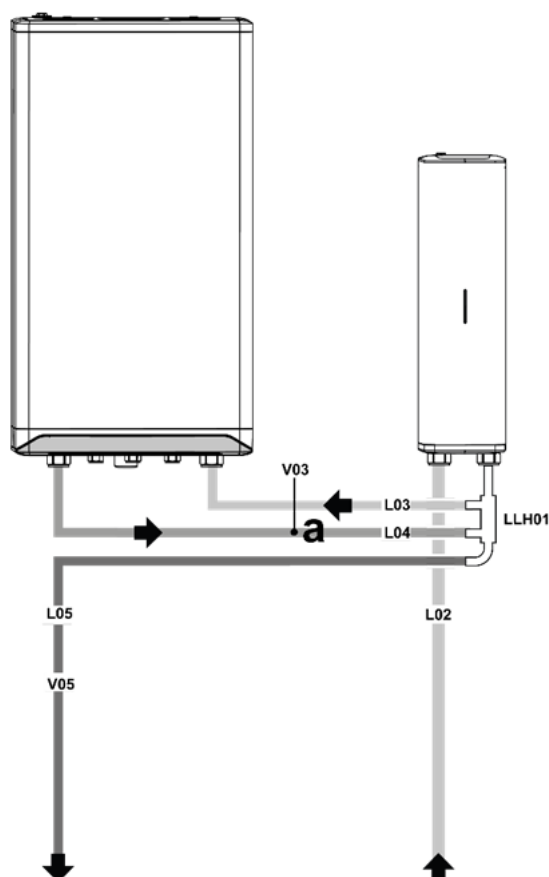
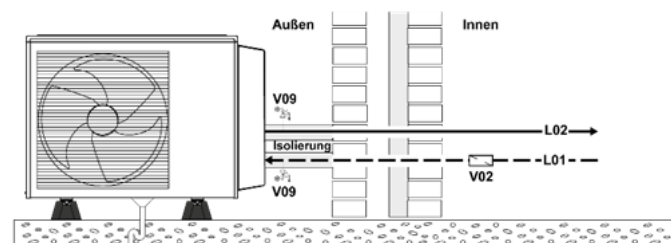

Abb. 13: Hydraulische Anschlüsse der Inneneinheit
Abb. 14: Hydraulische Anschlüsse der Außeneinheit
Legende zu Abb. 13-Abb. 14:
- ➔ Installieren Sie ggf. einen mechanischen Frostschutz (z.B. V09 gem. Abb. 14), s. hierzu auch Kap. 3.12.2.
- ➔ Schließen Sie den Rücklauf Wärmepumpe L01 an den Anschluss Rücklauf Wärmepumpe ② an.
- ➔ Schließen Sie den Vorlauf Wärmepumpe L02 am Anschluss Vorlauf Wärmepumpe ① an.